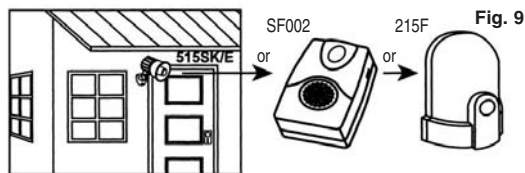

Fig. 9
1. Per montare la sirena esterna o la sirena con luce a flash esterna (optional), segnare la locazione dei buchi ed installarvi sostegni e viti come mostrato in fig. 9.